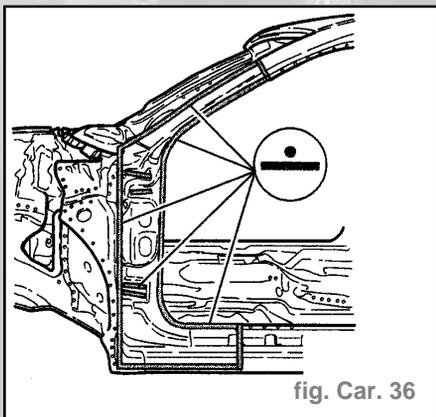

fig. Car. 36
- Soudier les zones de découpe bord à bord en cordon continu sous gaz de protection (fig. Car. 36).